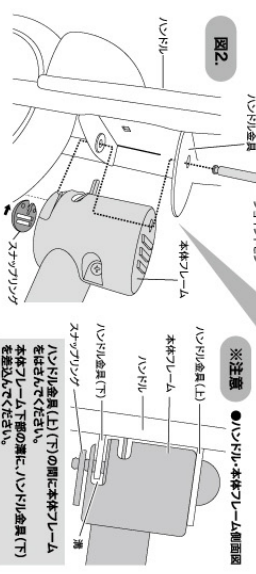

図2. ハンドルを本体フレームの穴に挿入し、キャップネジとワッシャーを締めてください。
- 図2のようにハンドル金具、本体フレームにジョイントピンを通し、指まで差込みます。ジョイントピン下部の溝にスクリューネジを締め付けてください。
- 図2のように上からカゴフレームを差込み、下からワッシャーとスクリューワッシャーを通してワッシャーでしっかりと締め付けてください。